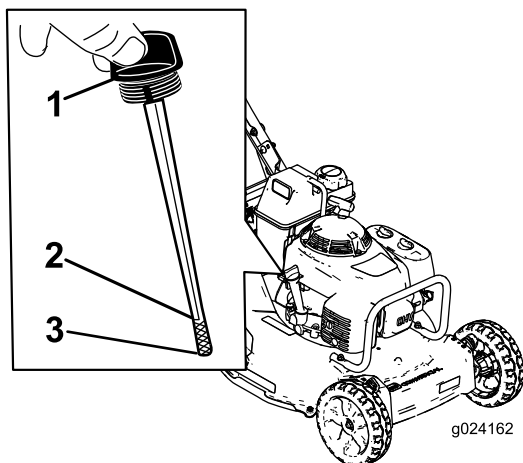

Figura 7
Antes de cada utilização, assegure que o nível de óleo se encontra entre as marcas Add e Full na vareta (Figura 7).
2. Limpe em redor da vareta (Figura 7).